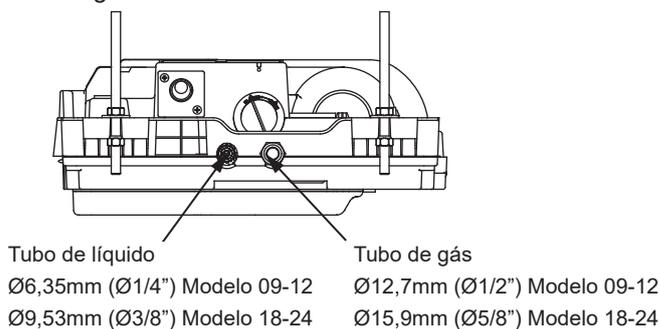

Figura 4.1
2. Tamanho da tubulação: Escolha e compre tubos de cobre que correspondam ao comprimento e tamanho calculado do modelo selecionado nos manuais de instalação/projeto da unidade central e os requisitos reais do projeto. Abaixo mostramos apenas uma referência. Consulte a Figura 4.1.